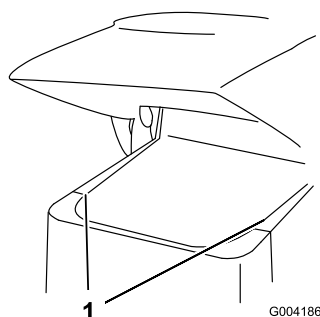

Figure 25
2. Faites coulisser les panneaux latéraux (Figure 25) vers le haut pour les sortir des fentes du panneau avant et du châssis.